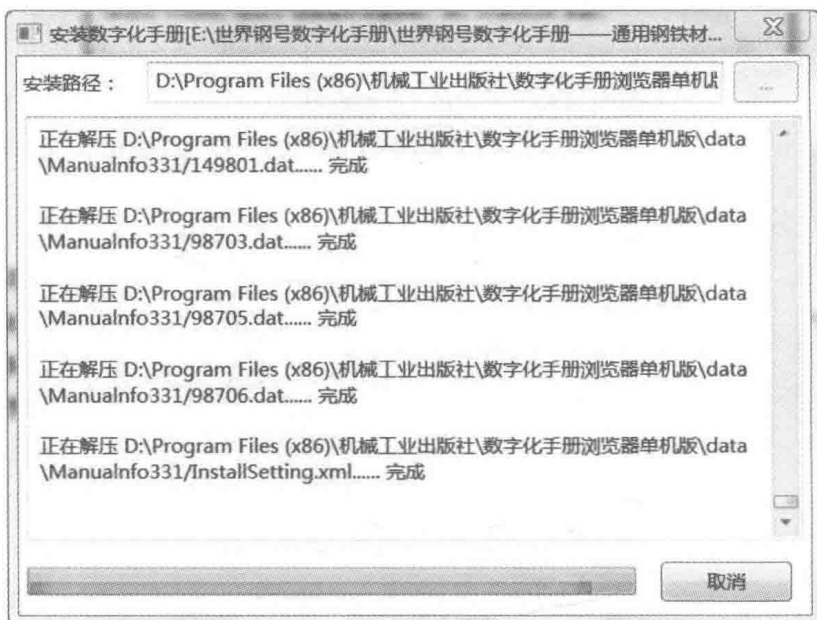

图 1-9 安装数字化手册
8) 数字化手册浏览器安装完成后, 开始安装数字化手册 (见图 1-9), 显示数字化手册的安装路径, 并验证安装包, 将数字化手册解压到指定目录。